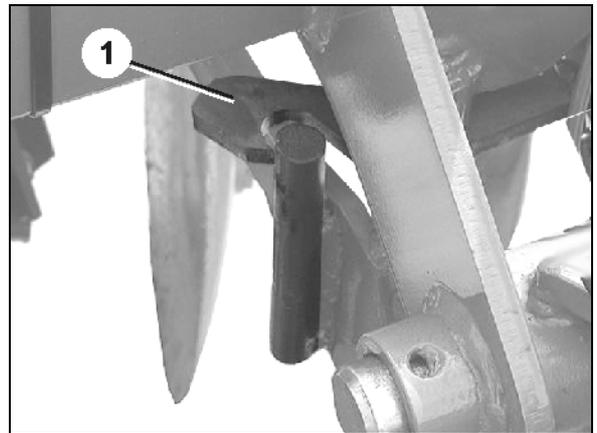

Fig. 27
- Bloquear las hileras de discos por ambos lados mediante los ganchos de sujeción (Fig. 27/1) para ponerlas en posición de transporte.
- El gancho de sujeción desbloquea las hileras de discos (Fig. 27/1).